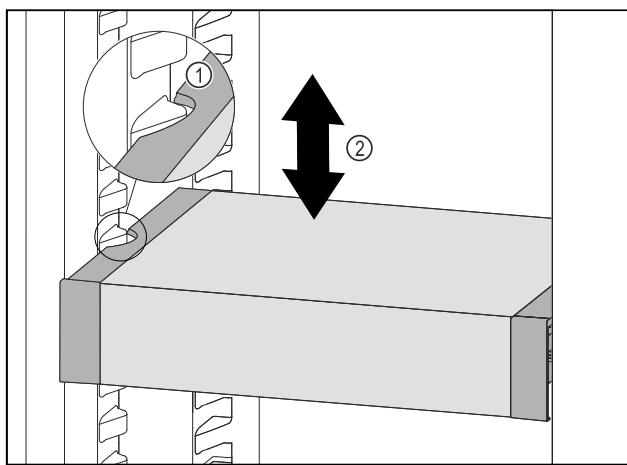

Fig. 58
- VarioSafe tiahajte dopredu, dokým sa bočné vybrania VarioSafe nebudú nachádzať vo výške rebra nádoby v chladničke. Fig. 58 (1)
- VarioSafe v chladničke presúvajte nahor alebo nadol, dokým sa dosiahne požadovaná výška. Fig. 58 (2)